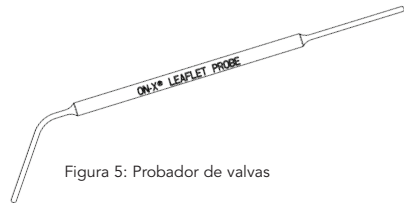

Figura 5: Probador de valvas
**Probador de valvas** - El probador de valvas (Figura 5) es una varilla flexible con puntas romas. El probador se puede utilizar para mover cuidadosamente las valvas a fin de verificar que abran y cierren libremente.